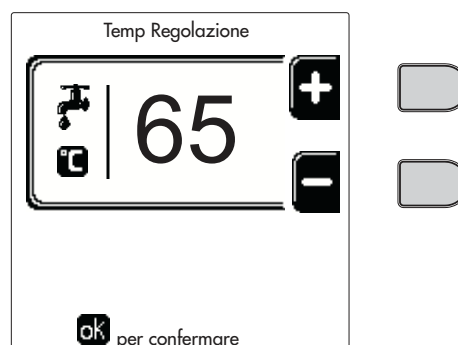

fig. 15
- **ON**. In caso di richiesta Riscaldamento/Sanitario, la caldaia lavora alla Temperatura di Regolazione Riscaldamento/Sanitario (fig. 13/fig. 15) impostata.
- **🔥**. In caso di richiesta Riscaldamento/Sanitario, la caldaia lavora alla Temperatura di Regolazione Ridotta. La temperatura Ridotta si ottiene sottraendo il valore della Temperatura Regolazione Riduzione (fig. 14/fig. 16) alla Temperatura di Regolazione Riscaldamento/Sanitario (fig. 13/fig. 15) impostata.